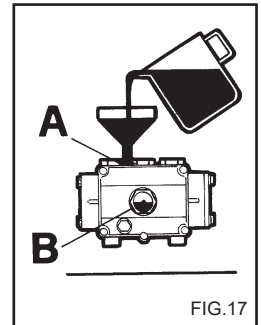

FIG.17
- 4) Atarraxe a tampa de descarga e introduza o óleo pelo orifício superior (fig. 17) até que alcance o nível indicado no visor (fig. 17B).